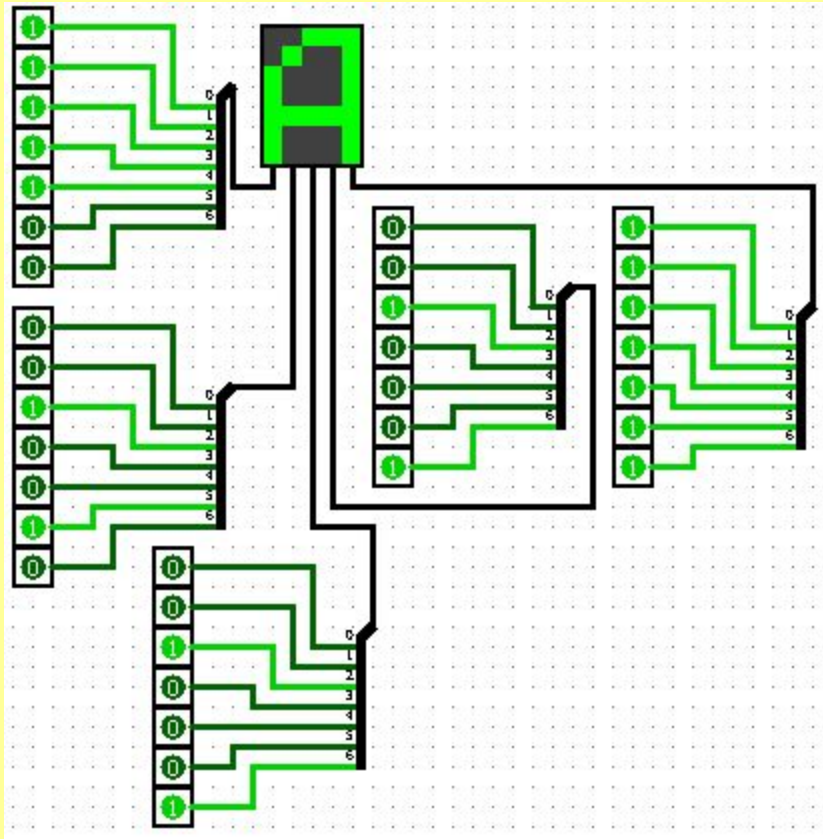

Рис. 1. Светодиодная матрица
1. Информационный объем одного символа равен 35 битам (7 строк * 5 столбцов). Используем элемент «Разветвитель» раздел «Проводка». В атрибутах свойств задайте: Веерный выход = 7, разрядность входа = 7, см. Рис. 1.